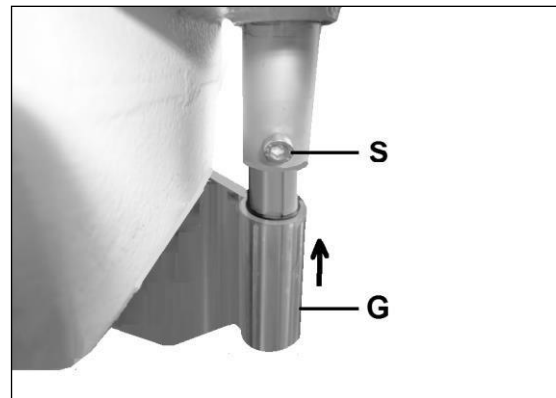

Fig 14
Lösen Sie die Innensechskantschraube (S, Fig 14) und montieren Sie den Bohrfutterschutz (G).